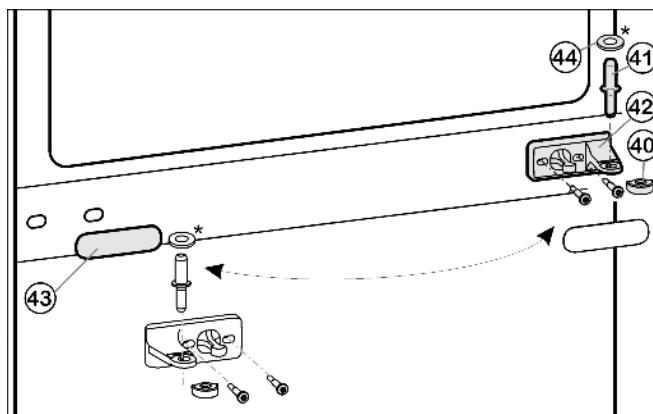

Fig. 13
- ▶ Вытащите из опорного кронштейна и нижней дверцы средний опорный палец Fig. 13 (41).
- ▶ Вытащите средний опорный палец Fig. 13 (41) с шайбой Fig. 13 (44) из опорного кронштейна и нижней дверцы.
- ▶ Пластмассовый колпачок Fig. 13 (40) снимите.
- ▶ Снимите средний опорный кронштейн Fig. 13 (42).
- ▶ Осторожно снимите накладку Fig. 13 (43).
- ▶ Открутите средний опорный кронштейн Fig. 13 (42) и прикрутите его с поворотом на 180° на новую сторону шарнира.
- ▶ Защелкните накладку Fig. 13 (43), повернув на 180°, на стороне, где теперь будет ручка.
- ▶ Снова наденьте пластмассовый колпачок *Fig. 13 (40)* на средний опорный кронштейн *Fig. 13 (42)*.
- ▶ Вставьте средний опорный палец *Fig. 13 (41)* через средний опорный кронштейн *Fig. 13 (42)* в нижнюю дверцу.
- ▶ Установите шайбу *Fig. 13 (44)* на средний опорный палец *Fig. 13 (41)*.